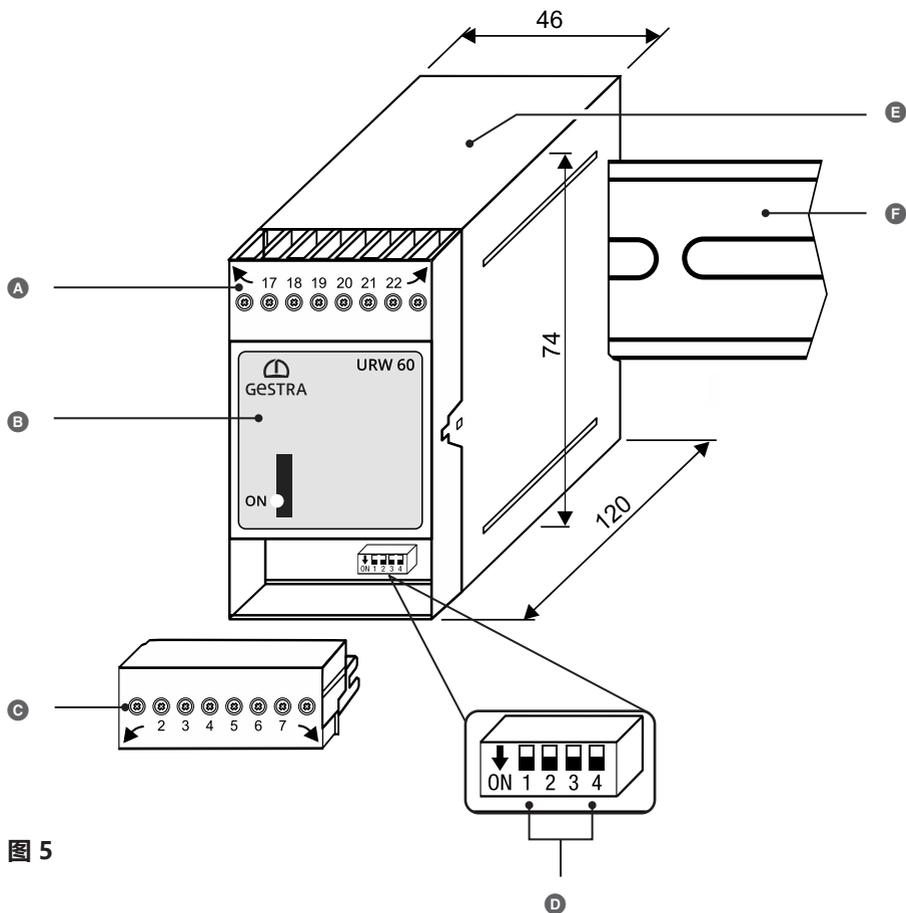

图 5
必要时，可以在编码开关 D（参见图 5）上随时更改通用转换器 URW 60 的波特率和控制器组。
3. 通过编码开关 D（参见图 5）进行所需设置，见第 21 页，图 9。
运行前，必须通过编码开关 D 图 5 确定通用转换器的控制器组和波特率。